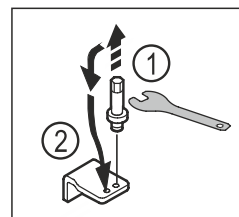

Fig. 21
- ▶ Lironi bulonat e bazamentit mbështetës të poshtëm me çelësin e jashtëm kriket SW5. Fig. 21 (1)
- ▶ Vendosni bulonat në anën e kundërt. Fig. 21 (2)